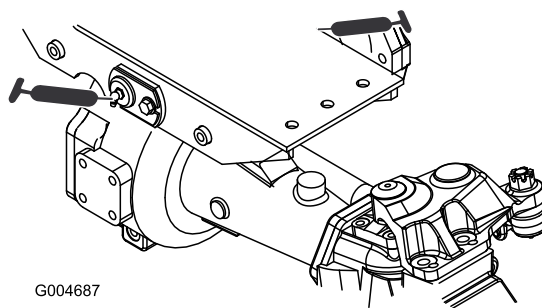

Figura 65
- Dois casquilhos da articulação do eixo traseiro e frontal (Figura 65)